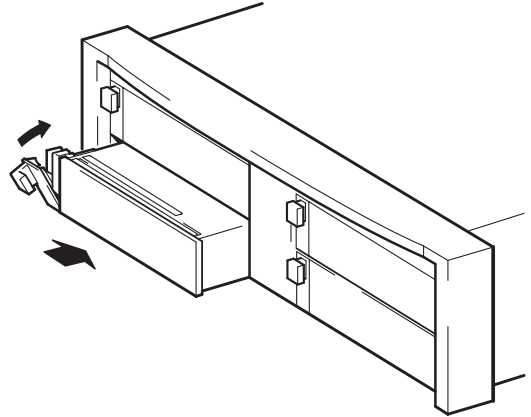

Abb. 6b: Einbauen eines Bandlaufwerksmoduls halber Bauhöhe
- 2 Schieben Sie das Bandlaufwerksmodul in einen der offenen Schächte. Achten Sie darauf, dass die Führungsschienen auf beiden Seiten des Moduls in die Öffnungen in der Trennwand greifen (siehe Abb. 6b und 6d). Schieben Sie das Bandlaufwerksmodul vorsichtig aber fest nach innen, um sicherzustellen, dass die Kontakte auf der Rückseite fest sitzen. Dadurch schließt sich der Ausziehhebel geringfügig.